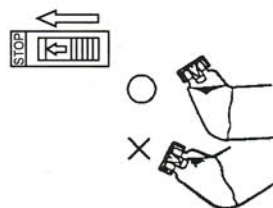

Рис. 17
- 1) Летом если Вы остановили двигатель для того, чтобы сделать перерыв в работе, будьте осторожны. Внутренняя герметизирующая часть крышки топливного бака не погружена в топливо, как показано на иллюстрации. Если воздушное отверстие погрузится в топливо, оно может дать течь из-за повышенного внутреннего давления в баке. (Рис. 17)